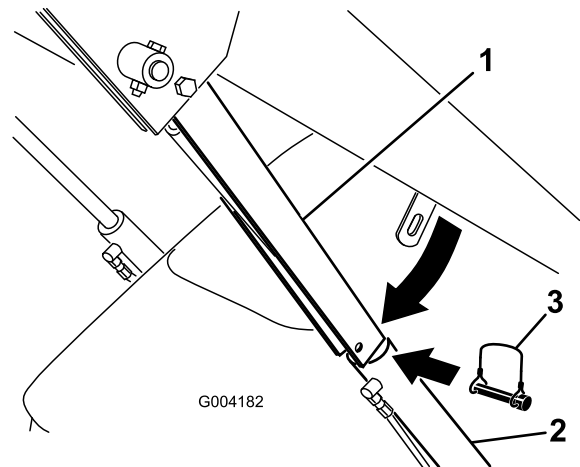

Figura 19
4. Rimuovere l'acciarino che assicura il blocco del cilindro al braccio cariatore (Figura 19).
5. Abbassare il blocco del cilindro sull'asta e fissatelo con l'acciarino (Figura 19).